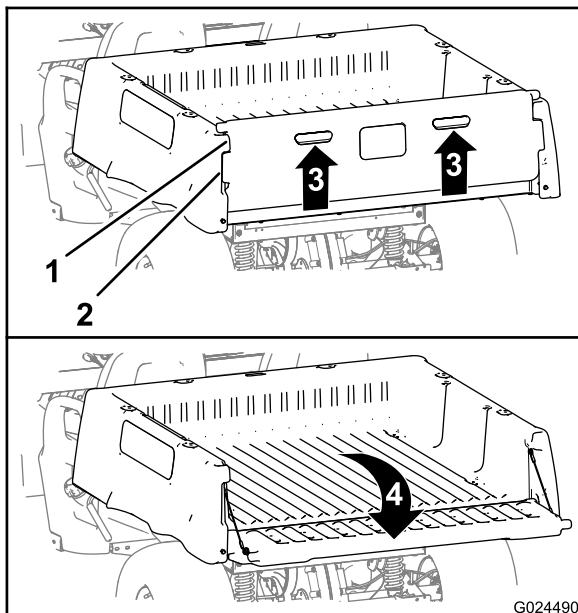

Figure 20
2. Passez les doigts dans les poignées du hayon pour le soulever (Figure 20).
3. Alignez les bords de verrouillage du hayon sur les ouvertures entre les bords de verrouillage du plateau de chargement (Figure 20).
4. Faites pivoter le hayon vers l'arrière et le bas (Figure 20).
6. Faites pivoter le hayon vers le haut et l'avant jusqu'à ce que les bords de verrouillage soient au niveau du creux dans le plateau de chargement (Figure 20).
7. Abaissez le hayon jusqu'à ce qu'il soit de nouveau engagé à l'arrière du plateau de chargement (Figure 20).